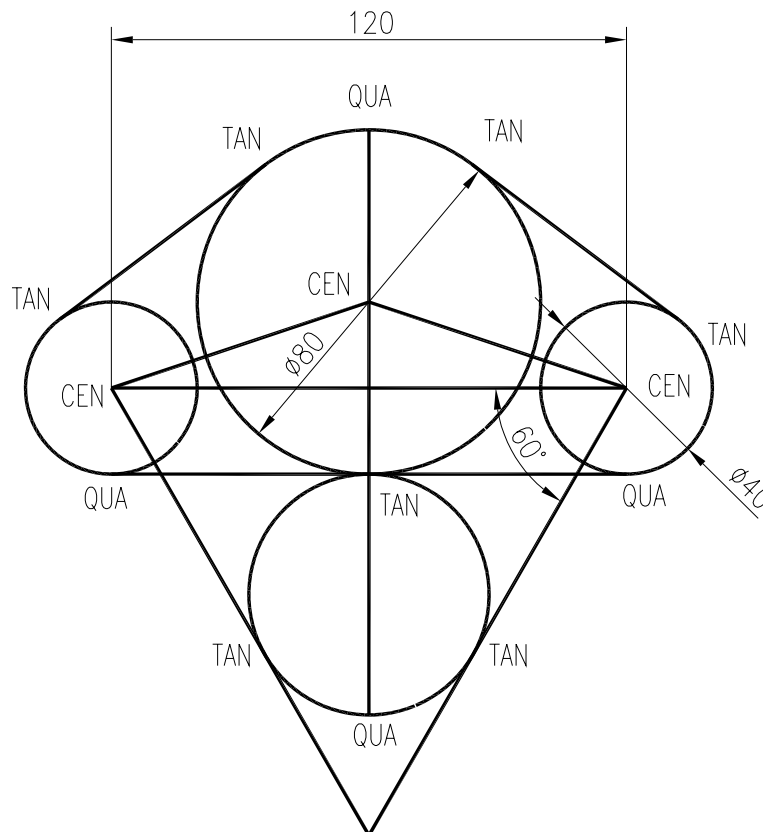

Fig. U3.10
1. Deschideți desenul *Format-A3.dwg* (realizat în cadrul U2). Întocmiți desenul din Fig. U3.10 utilizând comenzile de desenare *LINE*, *ARC* și *CIRCLE* și modurile *OSNAP* necesare. Desenați mai întâi cercurile cu diametrele $\phi 80$ și $\phi 40$, apoi triunghiul echilateral.